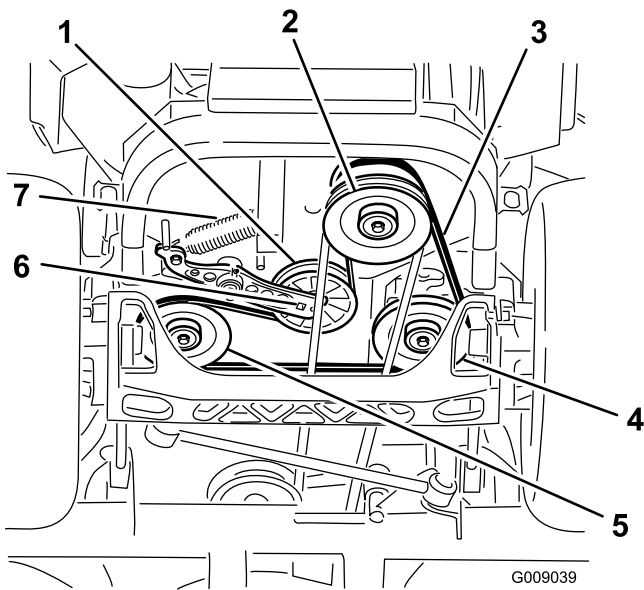

Figura 78
- Levante la máquina y apóyela sobre soportes fijos (Figura 78).
5. Utilice una llave de carraca en el taladro cuadrado del brazo tensor para retirar el muelle tensor (Figura 78).
6. Desenganche el muelle de la polea tensora del bastidor (Figura 78).
9. Utilizando la llave de carraca en el taladro cuadrado del brazo tensor, instale el muelle tensor en el bastidor (Figura 78).